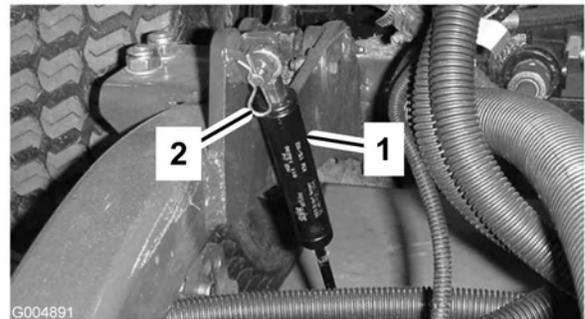

Figura 79
2. Retire el pasador de horquilla que fija los amortiguadores a los brazos de elevación (Figura 79). Gire el amortiguador hacia la carcasa de la plataforma.